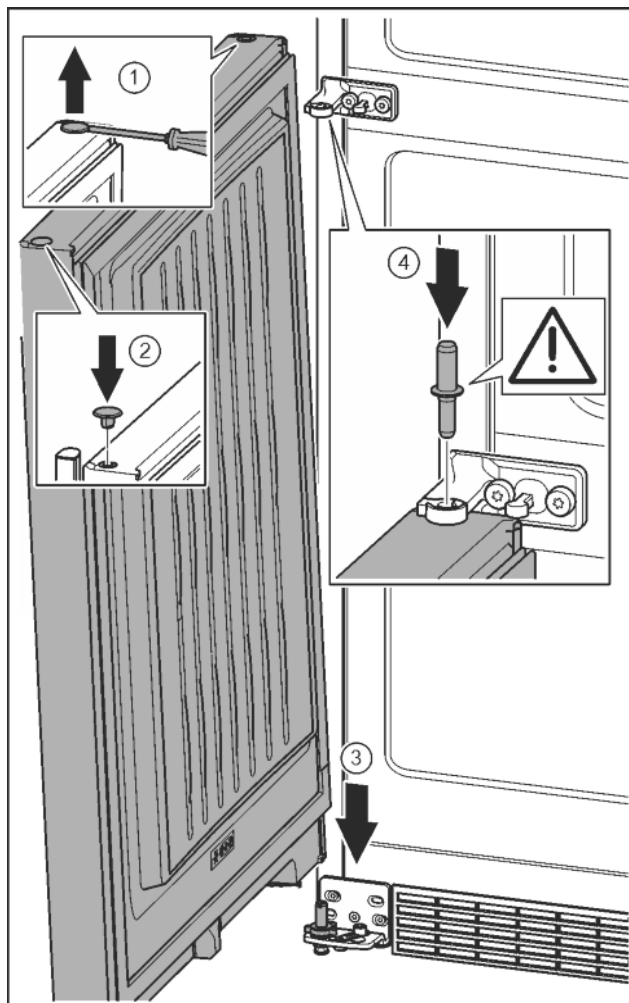

Fig. 21
- ▶ Stopfen vorsichtig mit einem Schlitzschraubendreher anheben und herausziehen. Fig. 21 (1)
- ▶ Stopfen auf der anderen Türseite wieder einsetzen. Fig. 21 (2)
- ▶ Tür von oben auf den unteren Lagerbolzen aufsetzen. Fig. 21 (3)
- ▶ Lagerbolzen Mitte durch Lagerbock Mitte in die untere Tür einsetzen. Dabei darauf achten, dass der Rastnocken nach hinten zeigt. Fig. 21 (4)